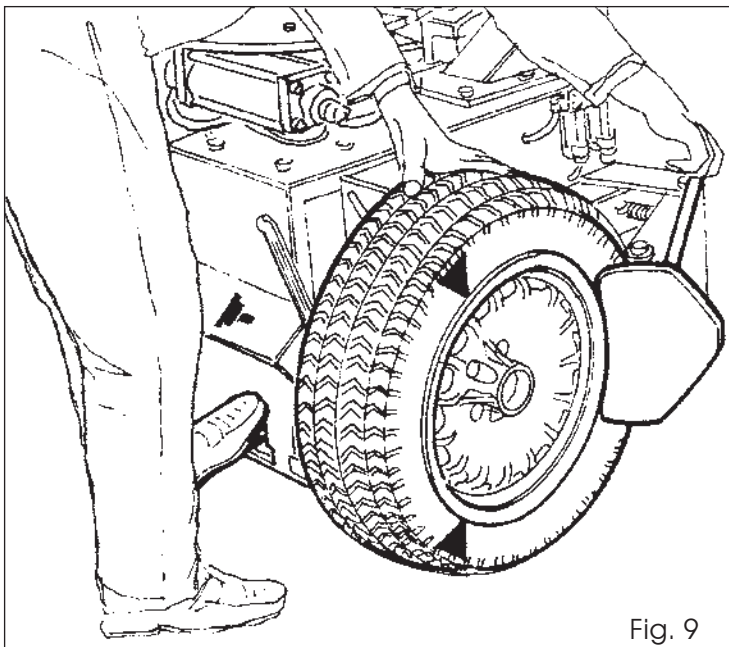

Fig. 9
- ☐ Positionner la roue comme le montre la figure 9 et amener le sabot du détalonneur contre le bord de la jante.
- ☐ Appuyer sur la pédale (11) et décoller le talon.